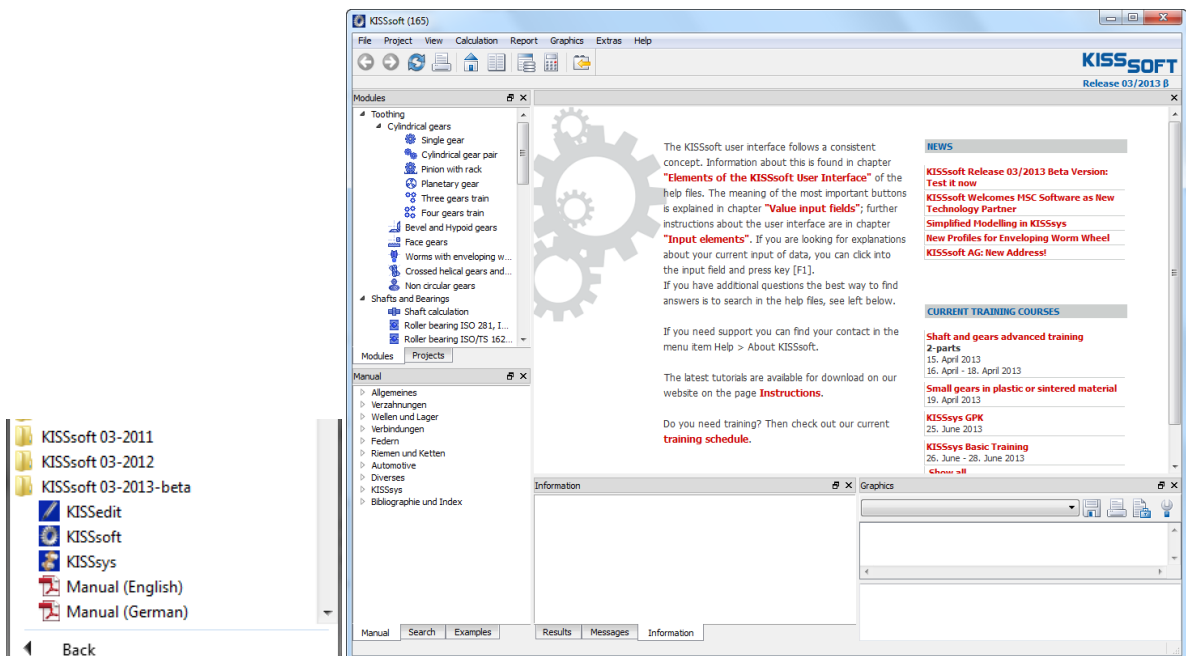
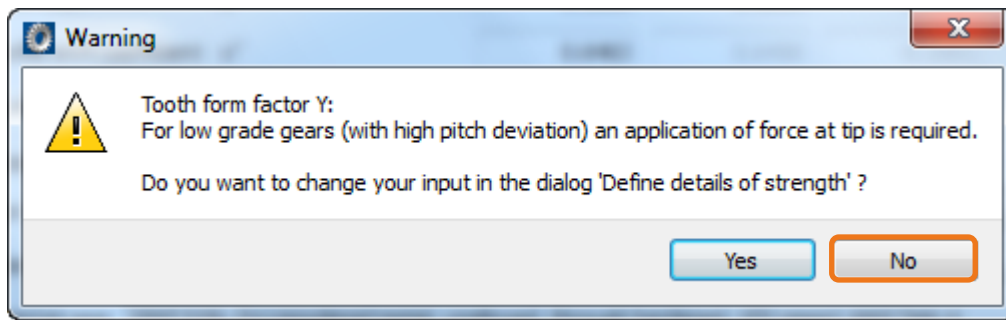

图 1. KISSsoft 的主窗口
图 16. 改变齿形参数
2. 当模数小于 1.0 时，我们建议用户使用一个不同的公差标准。要做到这一点，在“Tolerances”选项栏里，对于每个齿轮，都选择齿厚公差标准“DIN 58405 10e”，如图 1 所示 5。标准中 10 代表品质(间隔宽度)，10 是比较低的品质。字母“e”代表间隔限制和侧隙。出于这个原因，用户应该在“Basic data”选项栏，也设置了相应的品质设置为 10，如图 17 所示。
已经定义好公差后，用户可能想要输入一个更好的齿宽值(在这个示例中，用户不需改变齿宽值)，单击[Calculate F5]。现在可以看到第一次粗略选型出的行星齿轮组的结果显示在“Results overview”里，如图 1 所示 7。单击[No]关闭提示窗口，如图 16 所示。